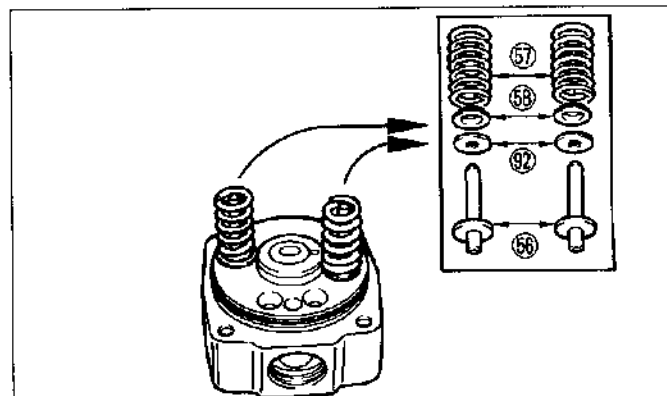

Figura.14-21 Montaje
(1) Inserte las guías del resorte del émbolo distribuidor 56 en la cabeza de distribución como se ilustra en la figura.14-21, y adapte entonces los asientos del resorte superior 58, resorte del émbolo distribuidor 67 y laminilla del resorte del émbolo distribuidor 91 en cada guía de resorte.